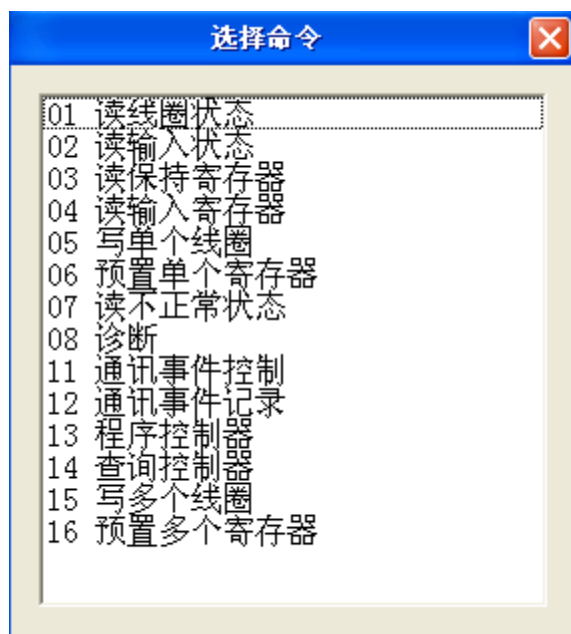

图11 在Modbus节点下增加命令-选择命令对话框
3) 增加命令操作：在节点上点击鼠标右键，执行增加命令操作，为该节点添加命令。弹出如下选择命令对话框，供用户选择，如图11、12所示。